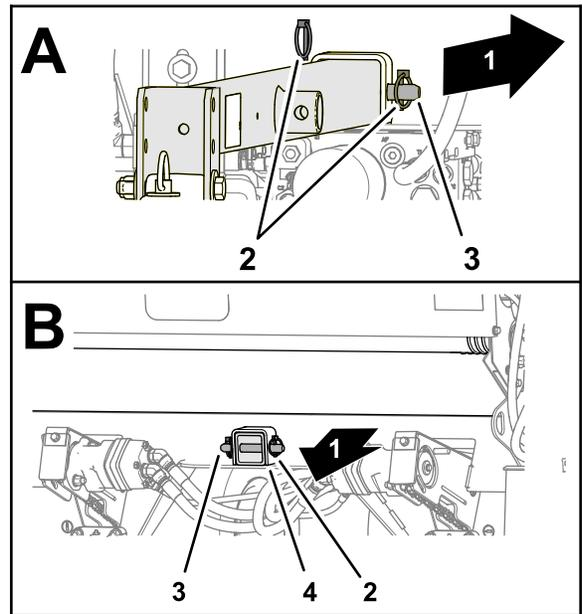

图5
2. 将牵引杆内的孔与接收管中的孔对齐并用 2 个柱销和 4 个保险销将牵引杆固定至接收管图5。